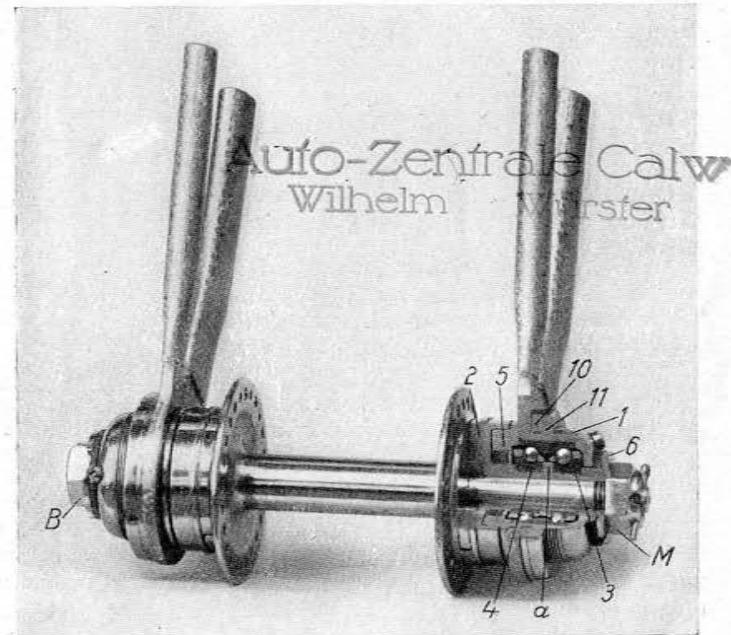

Abb. 56.
bei Reifendefekten oder aus sonstigen Anlässen geschieht in der denkbar bequemsten Weise dadurch, daß man nach dem Abschrauben der beiden Staubkapseln mittels Spezialschlüssel (bei Abbildung 56 sind beide Staubkapseln bereits abgenommen) und dem Entfernen des Splintes die Achsmutter (M) abschraubt und den Achsbolzen (B) auf der entgegengesetzten Seite, durch Einführen eines Stiftes in die Bohrung des Bolzenkopfes, herauszieht (nicht schlagen), worauf das Laufrad aus seiner Klauenkupplung ohne weiteres entfernt werden kann. Die Lagerung